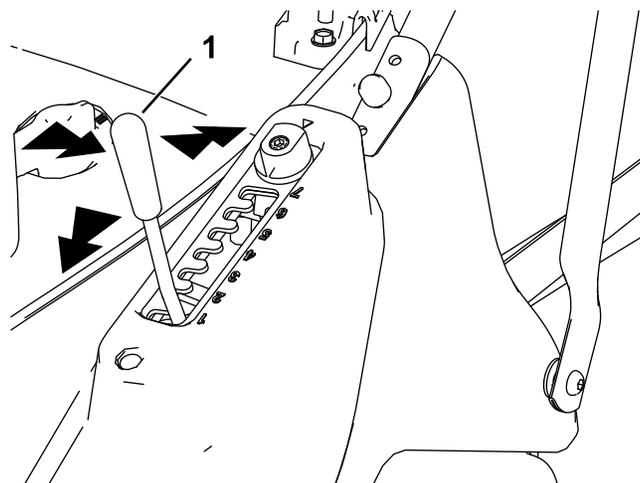

Рисунок 11
1. Возьмитесь за рычаг регулировки высоты скашивания и потяните его в сторону, чтобы вывести из блокирующего паза (Рисунок 11).
2. Нажмите рычаг вперед для уменьшения или потяните назад для увеличения высоты скашивания (Рисунок 11).
- Отпустите рычаг в требуемом положении и убедитесь в том, что он надежно зафиксирован в 1 из 7 установочных пазов (Рисунок 11).